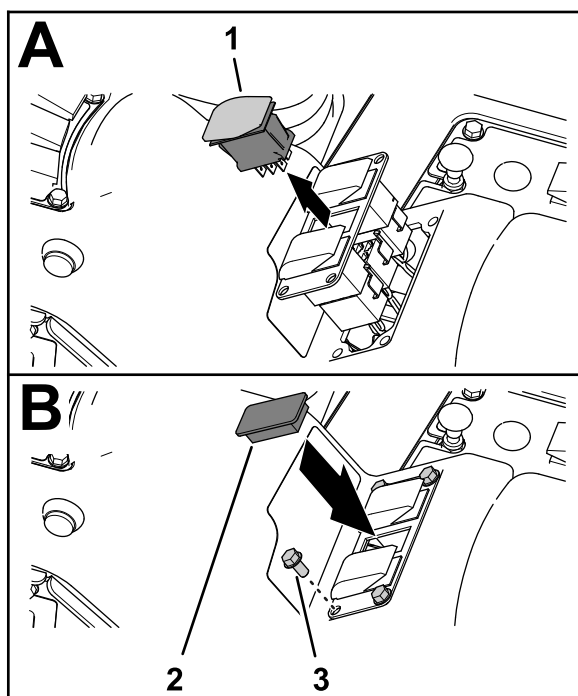

Figura 34
2. Apriete las pestañas de bloqueo del interruptor de control de caudal, y saque el interruptor del panel de 3 interruptores (Figura 34).
5. Monte el panel de 3 interruptores en la consola de control (Figura 34) con los 4 tornillos con arandela prensada ($\frac{1}{4}$ " x $\frac{1}{2}$ ") que retiró en el paso 1.